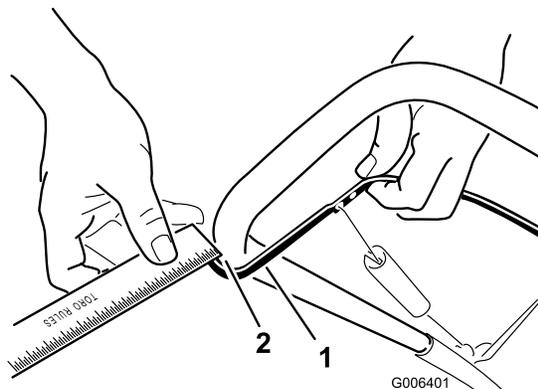

Figure 25
Rapprochez la barre de commande du guidon pour tendre le câble de commande (Figure 25).
Remarque: Vérifiez que la barre de commande et le guidon sont espacés de 2 à 3 mm (1/16 à 1/8 po) (Figure 25).
- Accrochez le raccord en Z à un trou plus haut ou plus bas sur la bielle de réglage de manière à obtenir un espace de 2 à 3 mm (1/16 à 1/8 po) entre la barre de commande et le guidon (Figure 25).